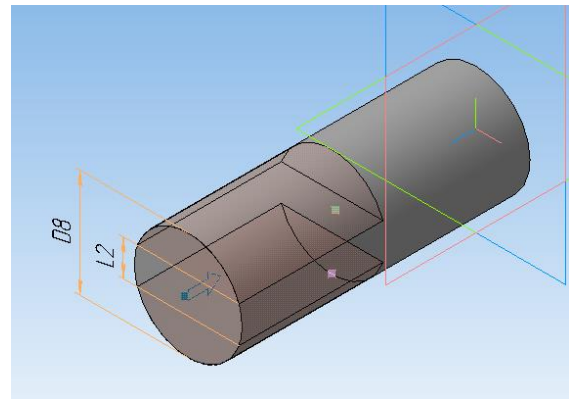

Рисунок 42.
9. Выполните *Вырезать выдавливанием* на расстояние **40мм**. (рисунок 42).